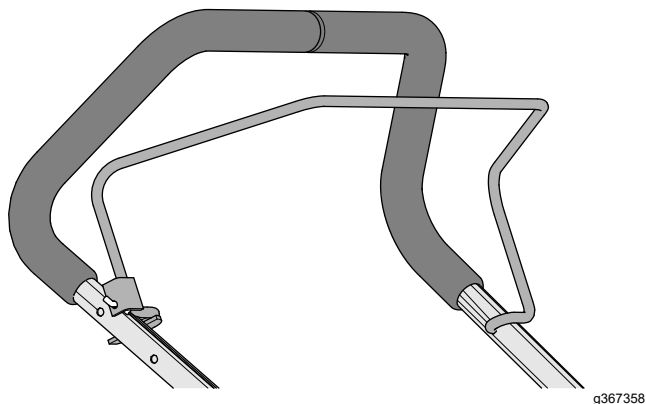

**Figur 10**
2. Før kabelfittingen gennem hullet i dødmandsbøjlen's beslag som vist i Figur 10.